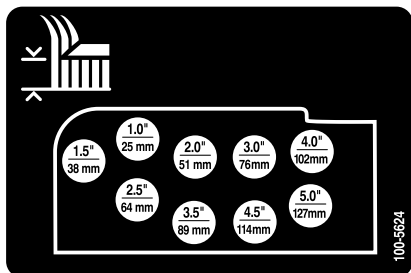

Рисунок 20
- Закрепите цепи высоты скашивания в требуемом отверстии высоты скашивания (Рисунок 20) с помощью пальца с буртиком и шплинта.